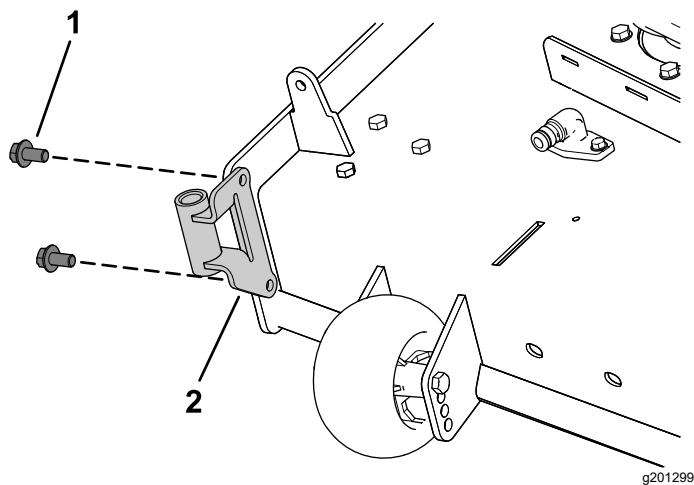

Figura 8
1. Montirajte nosač duvača na kućište kosilice pomoću 2 vijka sa šestougaonom glavom i podloškom ($\frac{3}{8} \times \frac{3}{4}$ ") kako je prikazano na **Figura 8**.